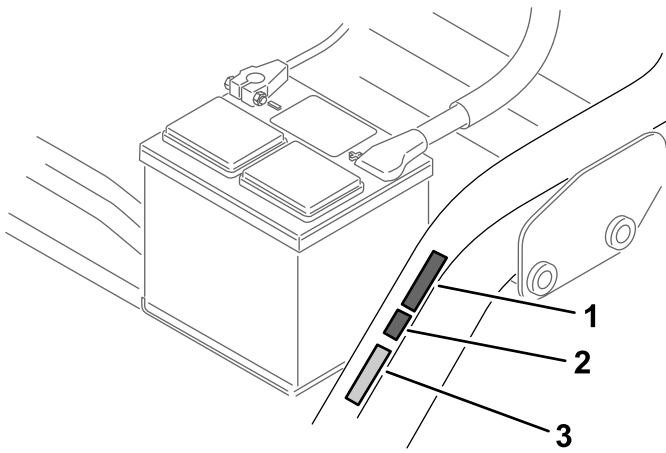

Bild 14
- Bringen Sie den CE-Kennzeichnungsaufkleber neben der Seriennummernplatte an (Bild 14).
- Bringen Sie den CE-Herstellungsjahr-Aufkleber neben dem CE-Kennzeichnungsaufkleber an (Bild 14).